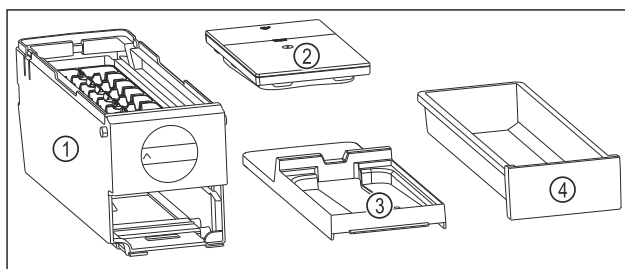

Fig. 123 Составные части EasyTwist-Ice
- EasyTwist-Ice разобран на четыре части. (см. Fig. 123)
- Разбирайте EasyTwist-Ice только на составные части, представленные на рисунке. (см. Fig. 123)
- Очищайте корпус EasyTwist-Ice Fig. 123 (1) как цельное устройство.